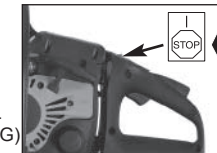

Fig. 9G
2. Zet de schakelaar in de **STOP**-stand om de motor stil te leggen. (Fig. 9G)
OPMERKING: In geval van nood schakelt u onmiddellijk de kettingrem in en zet u de schakelaar in de STOP-stand. (Fig. 9G)